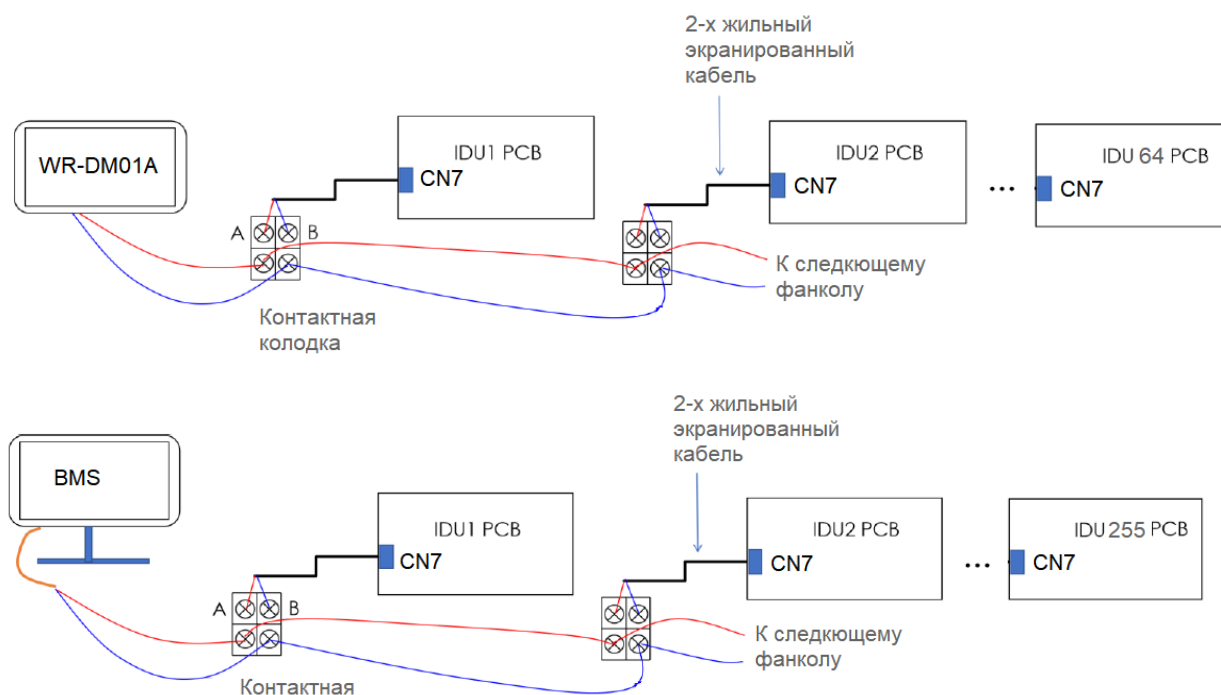

Рис. 15
- **Схемы подключения при централизованном управлении (рис.15)**